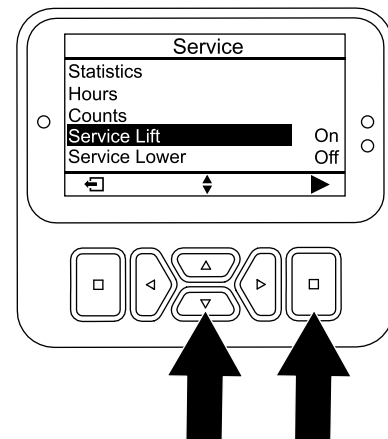

Bild 120
4. Drücken Sie die Taste „nach unten“, bis die Option SERVICE LIFT ausgewählt ist, und drücken Sie dann die Auswahl Taste (Bild 120).